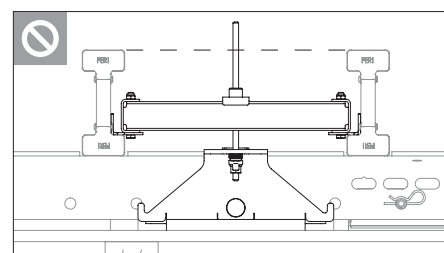

Fig. B1.12
1. L'estremità superiore dell'asta filettata non deve sporgere oltre la trave di orditura secondaria, altrimenti non sarà possibile posare il manto. (Fig. B1.12)